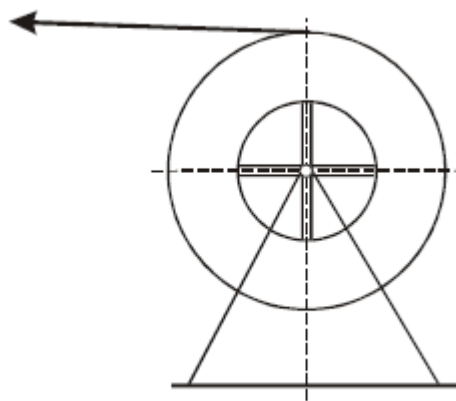

Рис. 2 Схема сматывания ГТК с барабана.
3.10 При сматывании ГТК с барабана обязательно должны использоваться козлы или другие раскаточные приспособления. Кабель с барабана должен сматываться с верхней его части (рис. 2).